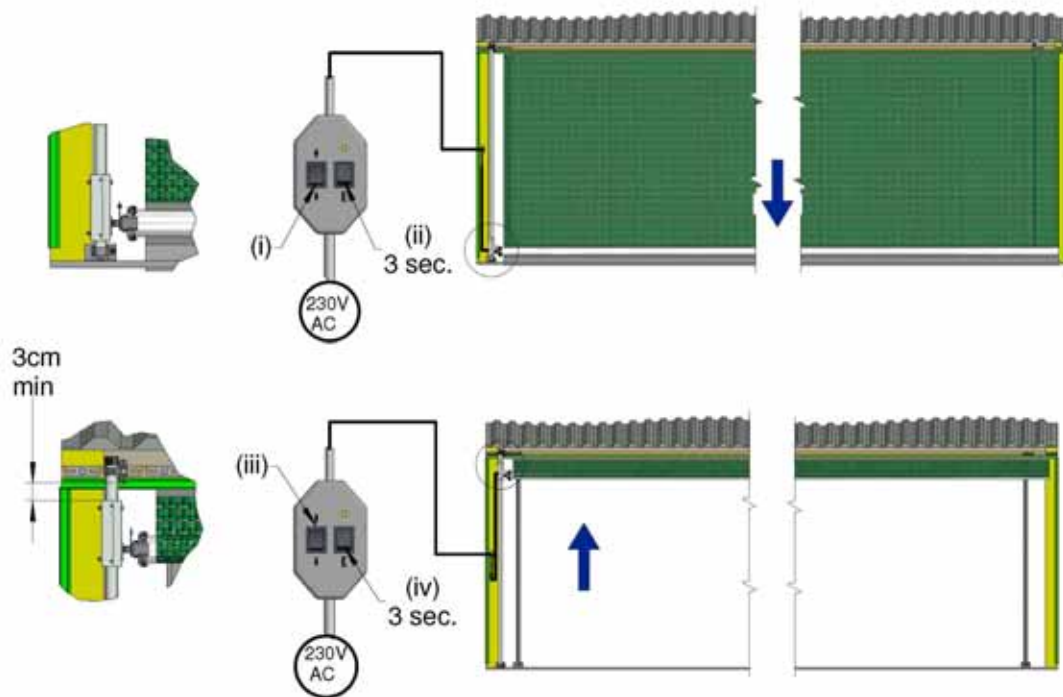

Abbildung 20a, Einstellen der Anschläge (i)
Schritt 1: Schließen Sie das System, bis sich das Tor vollständig unten befindet, und drücken Sie 3 Sekunden lang die „E“-Taste, Abbildung 20a.